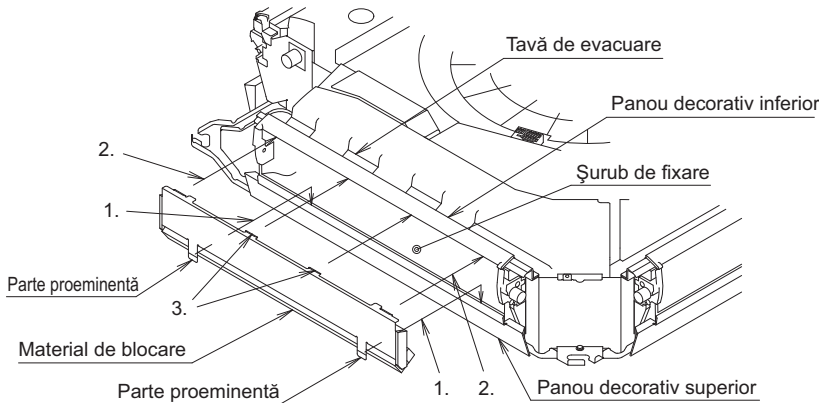
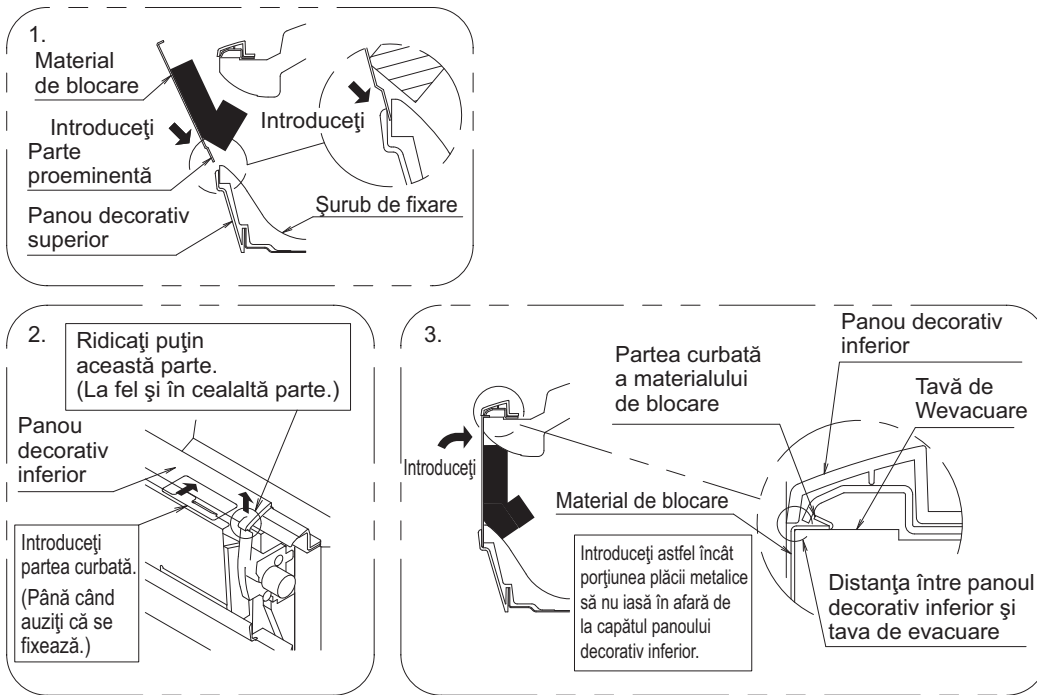

Fig. 12
Fig.13
(2) Fixați materialul de blocare pe orificiul de evacuare a aerului. (Consultați Fig. 12 și Fig. 13)